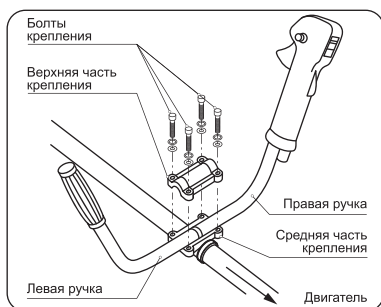

рис. 1
3. Снимите нижнюю часть крепления рукояток, выкрутив 2 винта. Зафиксируйте крепление рукояток на штанге, как показано на рис. 1.
4. Снимите верхнюю часть крепления рукояток, выкрутив 4 винта (рис. 1). Установите рабочие рукоятки (рис. 1). Правая рукоятка снабжена органами управления двигателем, курок правой рукоятки должен быть направлен в сторону редуктора.